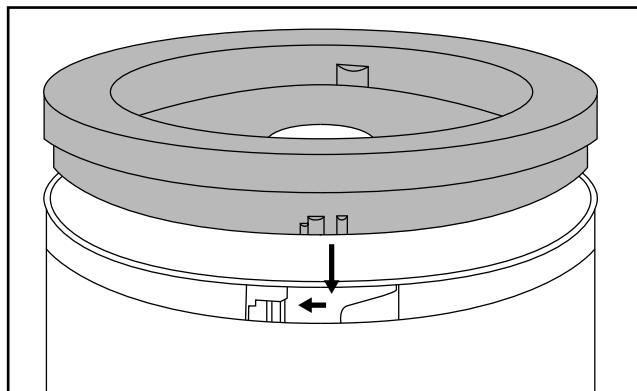

Abb. 1
5) Verschließen Sie die Schüssel ❸ mit dem Zwischenstück ❹:
- Setzen Sie dieses so auf die Schüssel ❸, dass die Arretierungen am äußeren Rand des Zwischenstücks ❹ in die Schienen an der Schüssel ❸ greifen (siehe Abbildung 1).
- Drehen Sie das Zwischenstück ❹ dann so, dass die Arretierungen in den Schienen nach unten gleiten und einrasten.
- Setzen Sie dieses so auf die Schüssel **8**, dass die Arretierungen am äußeren Rand des Zwischenstücks **4** in die Schienen an der Schüssel **8** greifen (siehe Abbildung 1).